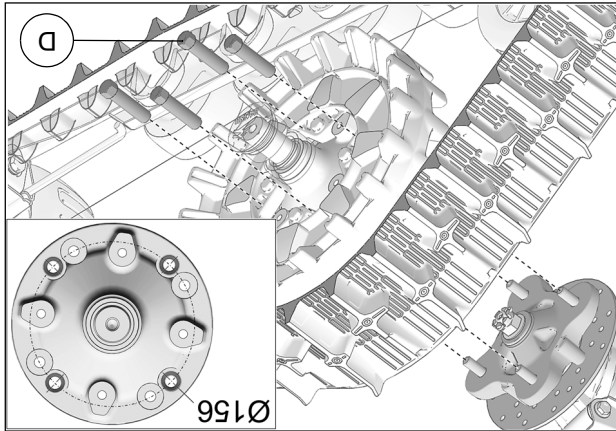

Fig. 20
8. Fixer le système de traction au moyen de roue arrière. Utilisez le cercle de perçage de Ø156 mm et les écrous de roue M12 (D) fournis. Voir la Fig. 20